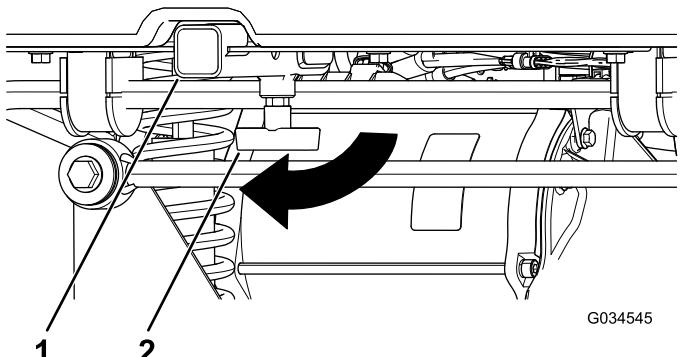

Figure 15
- Desserrez la poignée en « T » en la tournant dans le sens horaire (Figure 15).
- Insérez l'accessoire dans le récepteur jusqu'à ce que les trous soient alignés (Figure 15).